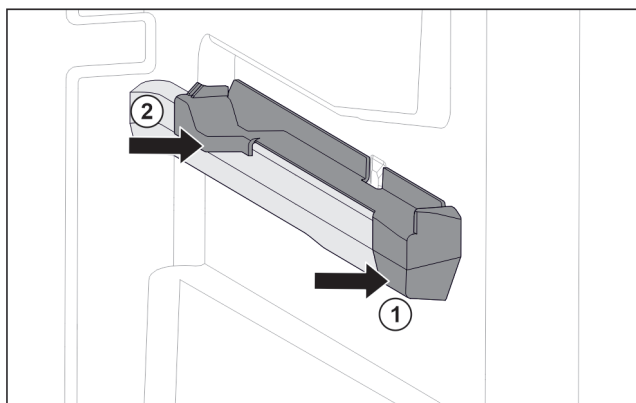

Fig. 63 Nasazovací díl na pravém žebrování na nádoby
- ▶ Nasadte nasazovací díl na žebrování na nádoby. (Fig. 63 (1))
- ▶ Přitlačte nasazovací díl k zadní části. (Fig. 63 (2))